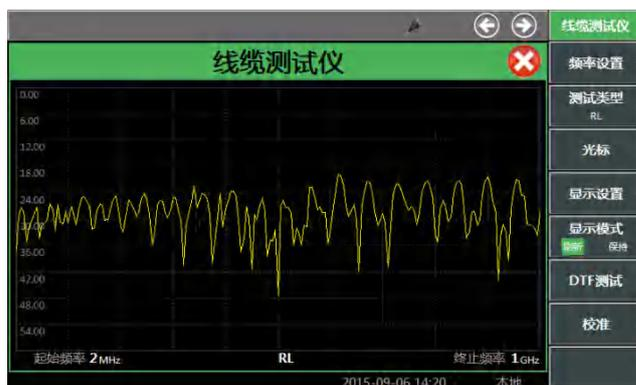

图 4-14 回波损耗测试结果图
- 校准：点击右侧菜单[校准]软键，点击[开始校准]，根据提示连接校准件完成校准。校准完成后，将被测电缆连接到测试仪器，并在电缆末端连接匹配负载，测试仪显示便为所测得的回波损耗曲线，如图 4-14 所示：